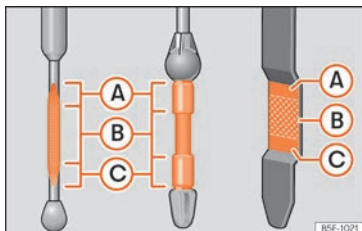

Fig. 288 Varilla de medición del nivel de aceite.
- A continuación, vuelva a extraerla y compruebe el nivel de aceite »» **fig. 288**. En caso necesario, reponga aceite del motor.
- Cuando el nivel de aceite alcance como mínimo la zona »» fig. 288 (B), enrosque el tapón de la boca de llenado con cuidado »» ❶.
❶ CUIDADO
Si el nivel de aceite se encuentra por encima de la zona »» fig. 288 (A), no arranque el motor. Puede causar daños en el motor y en el catalizador. Informe a un taller especializado.
El nivel de aceite no deberá estar en ningún caso por encima de la zona »» fig. 288 (A). De no ser así, podría aspirarse aceite por el respiradero del cárter del cigüeñal y llegar a la atmósfera a través del sistema de escape.